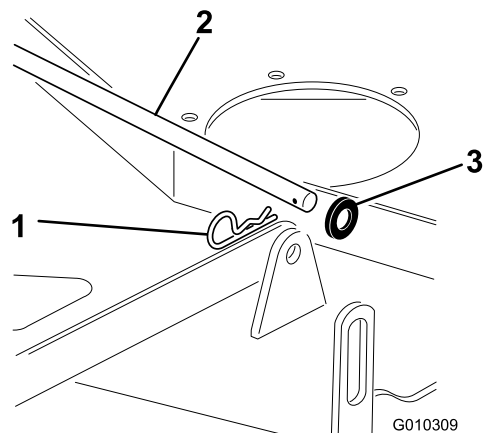

Figure 72
1. Retirez la goupille fendue et la rondelle qui fixent la longue barre de liaison au châssis et au tablier, et enlevez la barre de liaison (Figure 72).
liaison avec les goupilles fendues et les rondelles retirées précédemment (Figure 72).